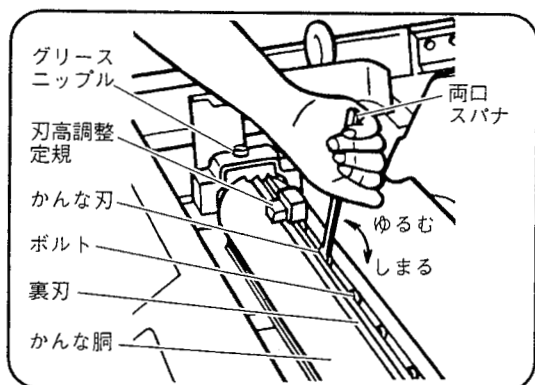

図 26
- (1) かな胴の溝を上にして固定します。(詳細は、24 ページ「かな刃の取りはずし」の項参照)
- (2) 裏刃をかな胴に取付け、かな胴と裏刃との間にかな刃を入れます。
- (3) かな刃を入れたら付属の刃高調整定規を図 26 のように、かな胴の両端へ取付けます。
(4) 付属の両口スパナ (10mm) でボルト 8 本を締付けます。